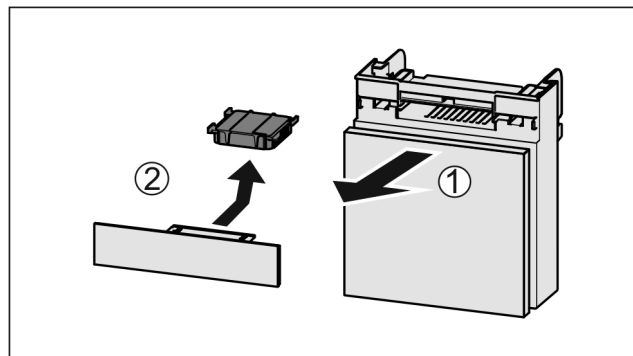

Fig. 179
- Predal izvlecite Fig. 179 (1) naprej.
- Odstranite Fig. 179 (2) aktivni ogljeni filter.